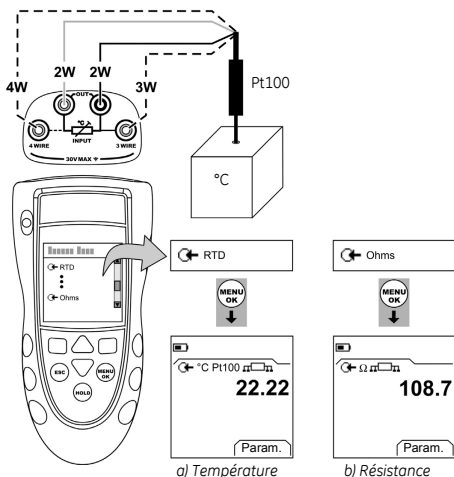

Figure 1 : Exemple de configuration - Mesure de la température ou de la résistance d'un RTD
1. Connecter l'instrument (Figure 1) et, si nécessaire, régler la *Configuration* (Tableau 1).